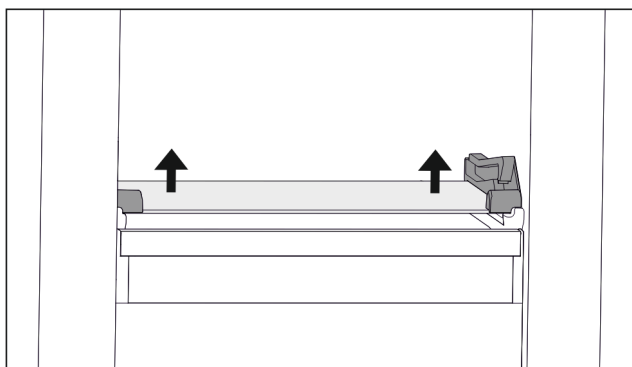

Fig. 108 Ripiano in vetro del cassetto ribaltabile
- ▶ Premere il ripiano in vetro dal basso verso l'alto su entrambi i lati. (vedere Fig. 108)